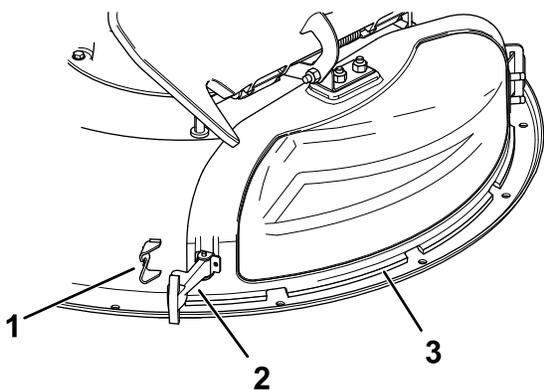

Figura 12
3. Solte o trinco flexível do fixador do trinco na cobertura de descarga e rode a cobertura de descarga para a direita (Figura 12).
6. Prenda a cobertura de descarga à plataforma encaixando o trinco flexível na cobertura de descarga no retedor na plataforma (Figura 12).